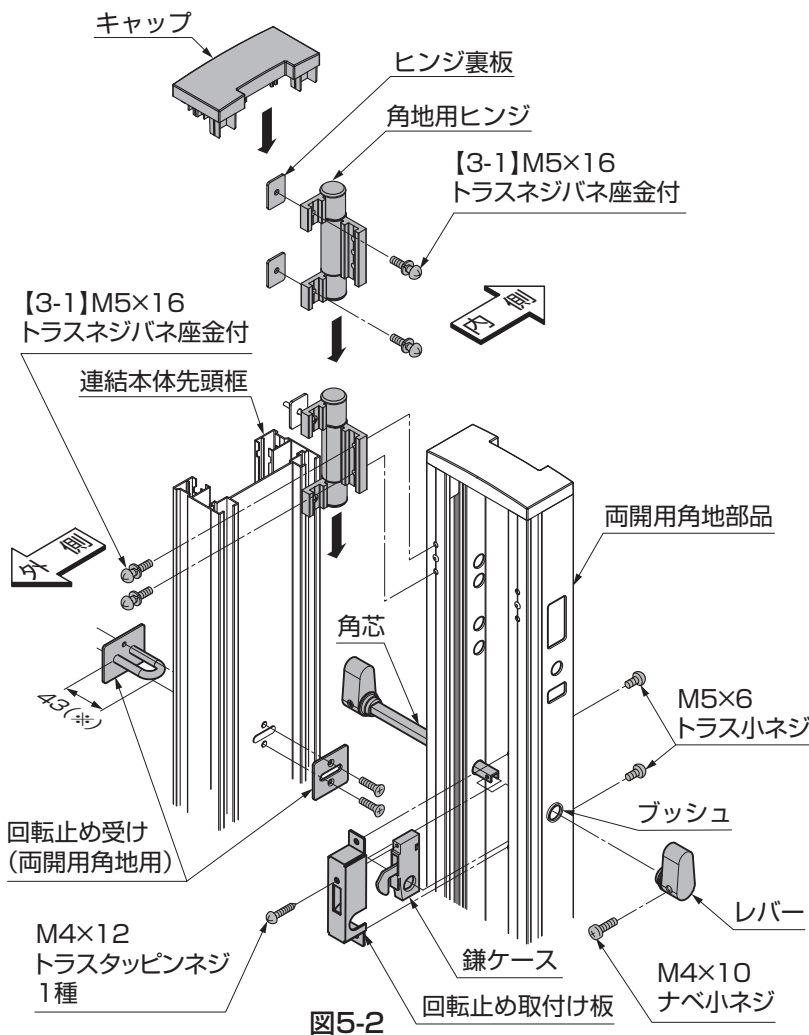

図5-2
- ① 連結本体先頭框の内側のスリット部分に角地用ヒンジを2個挿入し、両開用角地部品に固定してください。(図5-2参照)
- ② 連結本体先頭框の上端と両開用角地部品の上端を合わせ、連結本体先頭框に【3-1】で固定してください。(図5-2参照)
- ③ 回転止め受け(両開用角地用)のネジを外し、連結本体先頭框にはさむように取付けてください。(図5-2参照)
- ④ 回転止めの錠ケースと回転止め取付け材をM4×12トラスタッピンネジ1種で取付け、両開用角地部品にM5×6トラス小ネジで固定してください。(図5-2参照)
- ⑤ ブッシュを両開用角地部品にはめ込み、回転止めの角芯(レバー付き)を、両開用角地部品と錠ケースに差込み、反対側のレバーをM4×10ナベ小ネジで固定してください。
- ⑥ (1)で外した連結本体先頭框のキャップを取付けてください。(図5-2参照)